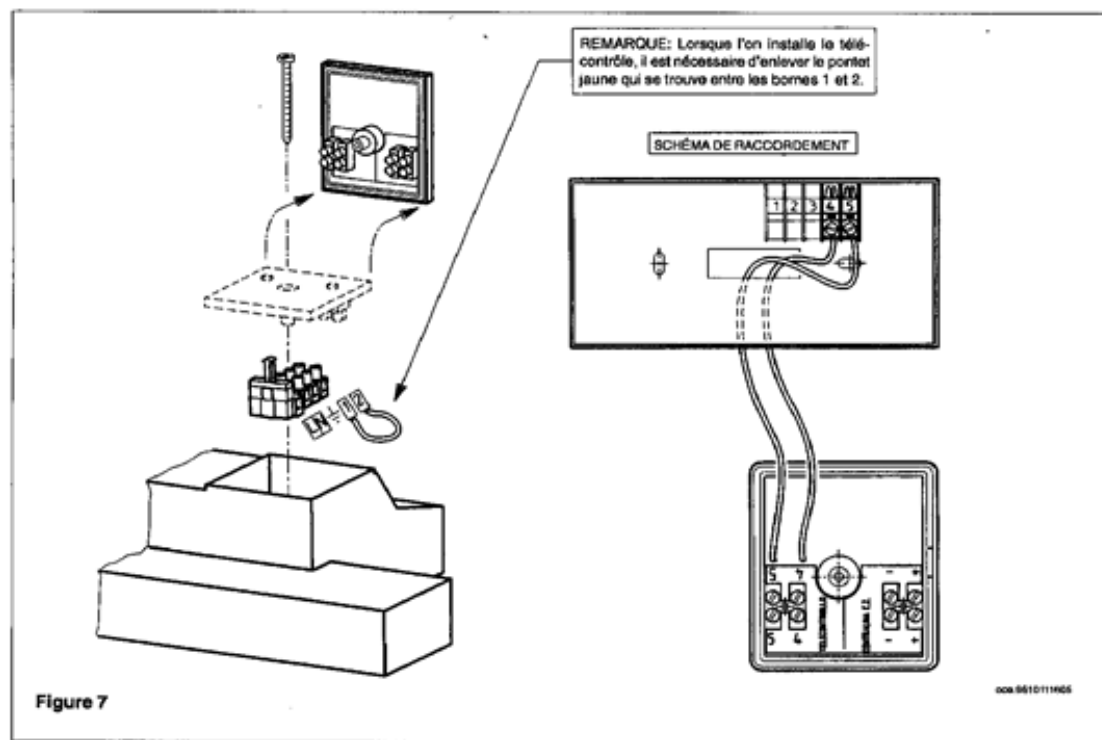
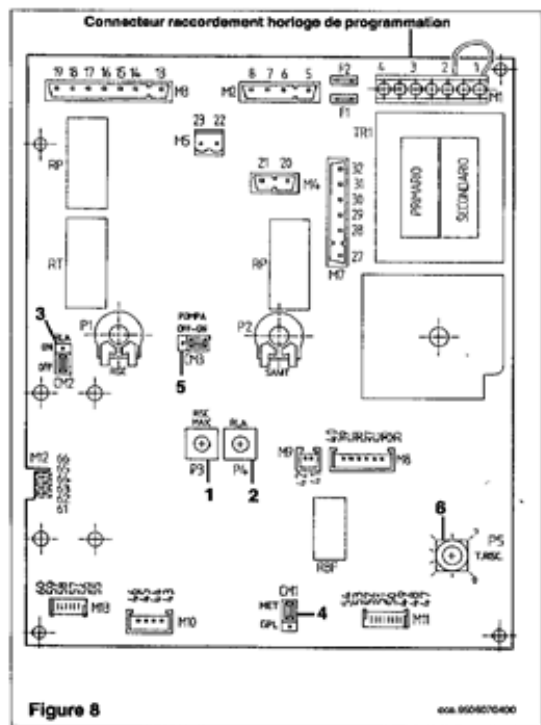

Figure 7
Figure 8
- * connecter le moteur du programmeur au bornier de la carte électronique principale (bornes 3 et 4 de la figure 8);
Pour utiliser ce composant, il est nécessaire de glisser, entre la carte de modulation (connecteur M13, figure 8) et le bornier du télécontrôle (bornes 4 et 5, figure 7), une carte interface fournie elle aussi en tant qu'accessoire. Le raccordement électrique à la chaudière est réalisé en utilisant deux conducteurs présentant une section minimale de 0,5 mm² et une longueur maximale de 50 m. Le pôle positif doit être raccordé à la borne 5 et le pôle négatif, à la borne 4 (voir schéma de raccordement). Si le raccordement est effectué sans respecter la polarité, le télécontrôle ne subit aucun dommage, mais il ne peut pas fonctionner.
- positionner le pont du connecteur "changement de gaz", dans le secteur MET pour le gaz naturel ou dans le secteur GPL pour le gaz liquide (figure 8 de la page 11).